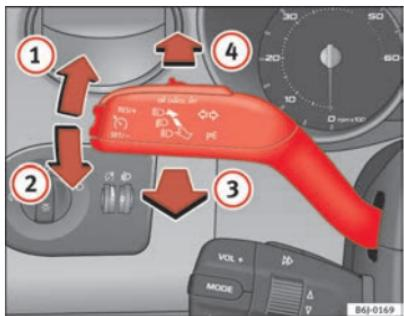

Fig. 58 Palanca de intermitentes y de luz de carretera
- Desplace la palanca hacia arriba hasta el tope ⇒ **fig. 58 ①** para encender el intermitente **derecho** o bien hacia abajo **②**, para encender el intermitente **izquierdo**.
- Desplace la palanca hacia adelante ⇒ **fig. 58 ④** para encender la luz de carretera.